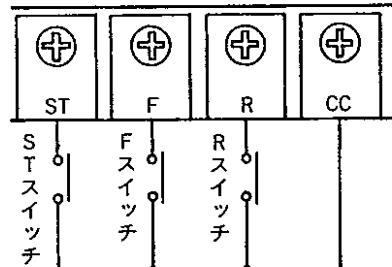

図 3-10 正逆運動スイッチの取付
2) 図 3-10 に示すように、制御回路端子台に「スイッチ」を取付けます。
- 5) 図3-10の(イ)に示すように、「正転」します。